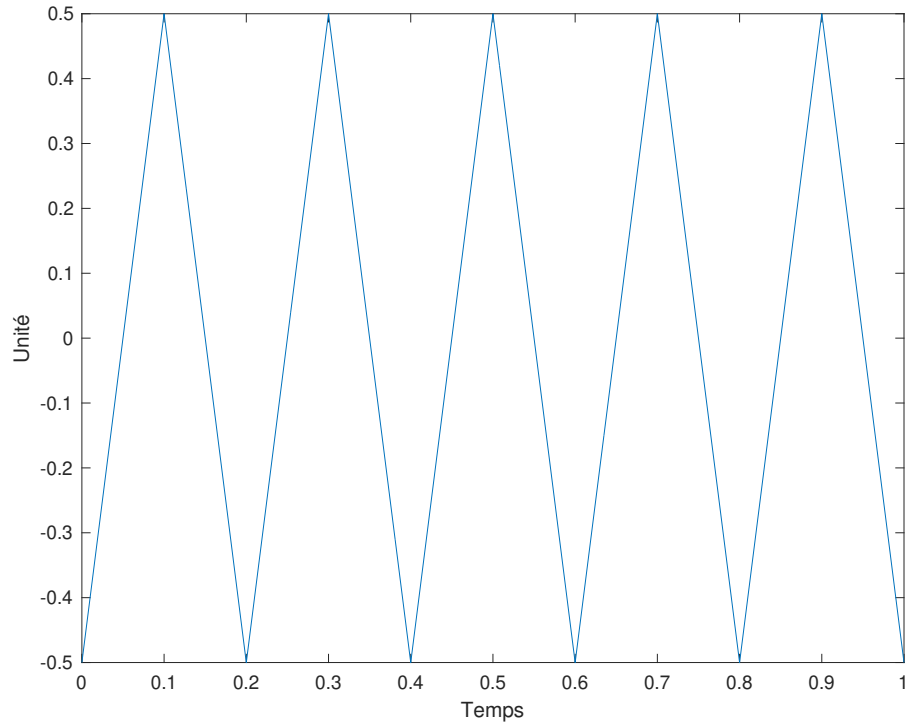

FIGURE 14.4 Onde triangulaire
4. (a) La Figure 14.4 présente une onde triangulaire. Quelle est la fréquence fondamentale de ce signal ? Quel est son contenu fréquentiel ?